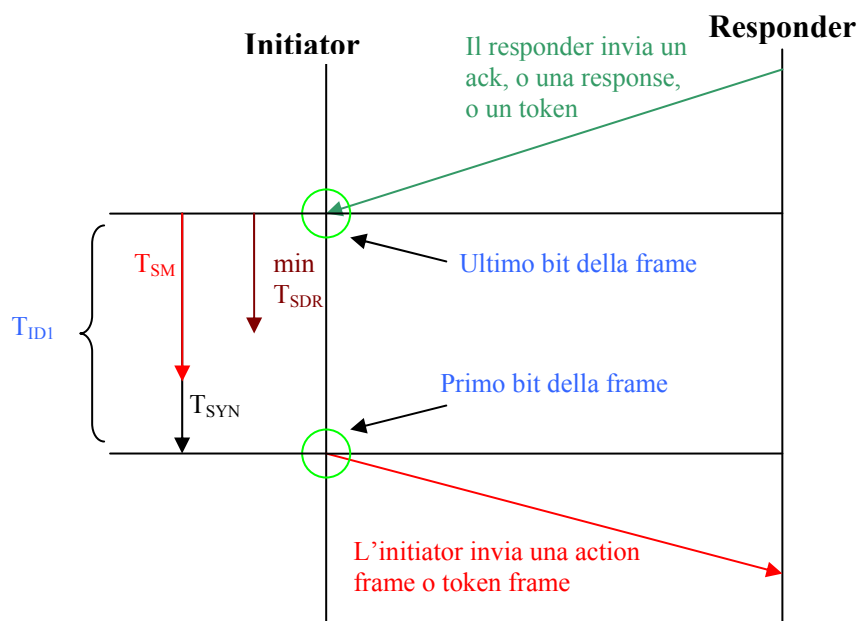

Figura 10 –  $T_{ID1}$
- $T_{ID1}$ . Esso è definito come il tempo che deve attendere l'initiator (ossia chi attiva una trasmissione) dopo la ricezione dell'ultimo bit di una frame di ack (conferma), di una frame di una risposta o di una token frame, prima di poter trasmettere una nuova action frame o una nuova token frame. La Figura 10 illustra quanto detto. Il  $T_{ID1}$  è definito come: